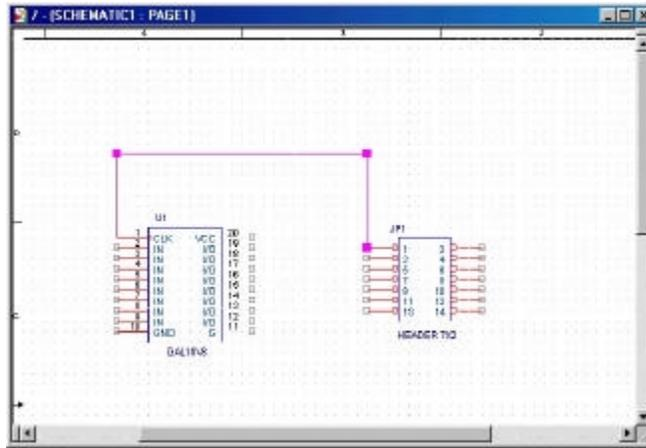

Figura 4.14 Unión de las instancias .
- 2 Dibuje una línea entre los pines que quiera unir (*ver figura 4.14*).